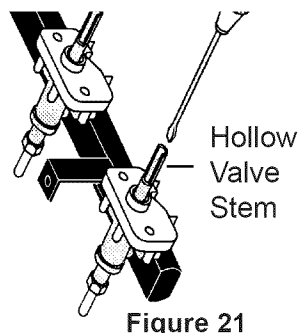

Figure 21
- e. Introduzca un destornillador delgado en la varilla hueca de la válvula y ajústelo sobre el tornillo que se encuentra adentro. El tamaño de la llama se puede aumentar o reducir girando el tornillo. Gire el tornillo a la izquierda para aumentar el tamaño de la llama. Gire el tornillo a la derecha para reducir el tamaño de la llama (vea las figs 21 y 22). Ajuste la llama hasta que pueda girar la perilla rápidamente desde la posición LITE (encender) hasta el ajuste mínimo sin que se apague la llama. La llama debe ser lo mas pequeña posible sin que se apague.